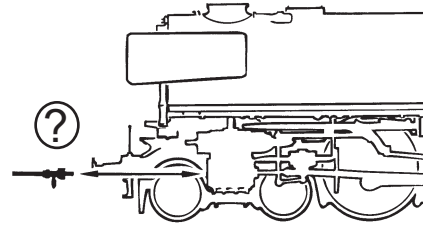

Fig. 3
**Aufrüstung:** Sie können für Ihren Fahrbetrieb unter verschiedenen Kupplungen wählen (Fig. 3). Wir empfehlen den Einsatz der ROCO-Kurzkupplung.
Im beigelegten Zurüstbeutel finden Sie auch kleine vorbildgetreue Steckteile für eine erweiterte Aufrüstung Ihres Modells (Fig. 3), die Sie bitte **vorsichtig montieren. Achtung!** Kleben nur mit ausdrücklichem Hinweis.
**Fittings:** Operation is possible with different couplings (fig. 3). We recommend using the Roco close coupling.
In the enclosed accessory bag you will find small kits to be fitted on your locomotive. Please **mount them cautiously. Attention!** Use glue only if indicated (fig. 3).
**Les attelages:** En vue d'une exploitation pratique sur votre réseau vous pouvez choisir parmi plusieurs types d'attelages conformes aux différents systèmes d'attelage pratiqués en H0 (voir fig. 3). Nous vous recommandons l'emploi de l'**attelage court Roco**.
Le sachet joint comprend entre autres des petites pièces de finition conformes à la réalité et à **rapporter avec précaution** par le modéliste (fig. 3), si désiré.